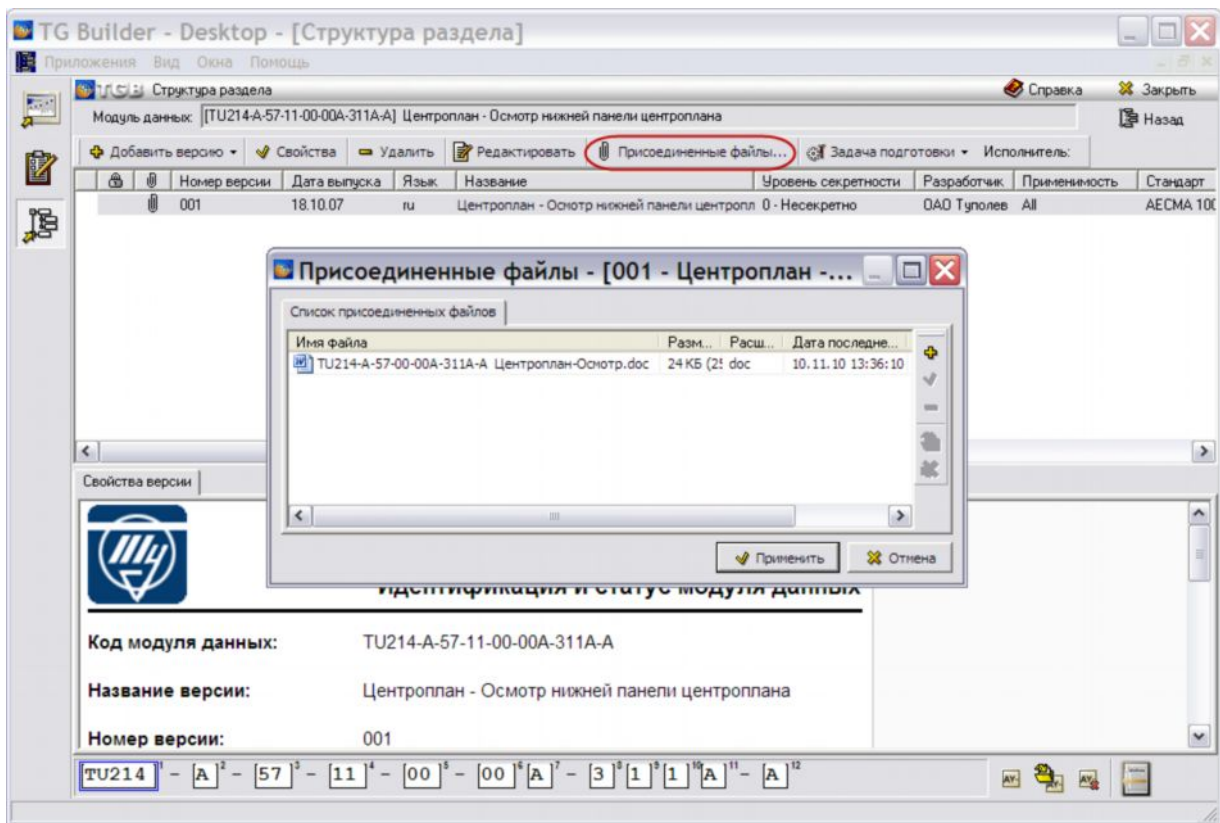
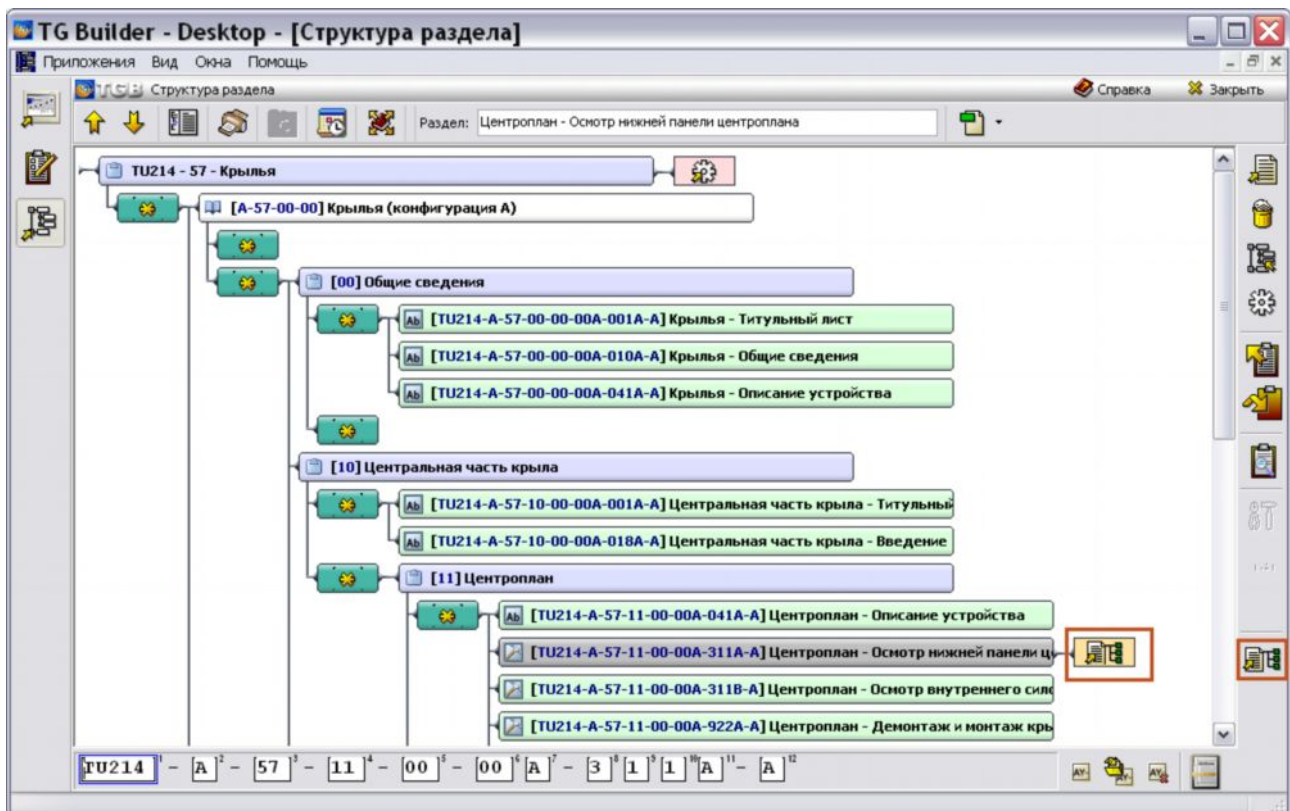

Рис. 12.4. Присоединение файлов
Рис. 12.5. Присоединенные файлы
3. При необходимости присоедините к «заготовкам» версий модулей данных файлы с исходными материалами (Рис. 12.4, Рис. 12.5).